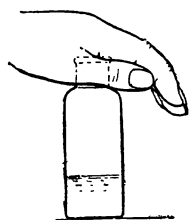

Рис. 91. Растворимость углекислого газа в воде.
■ **Опыт 2.** Наполните баночку углекислым газом. Влейте в неё до $\frac{1}{3}$ воды и, закрыв плотно ладонью (рис. 91), сильно взболтайте.